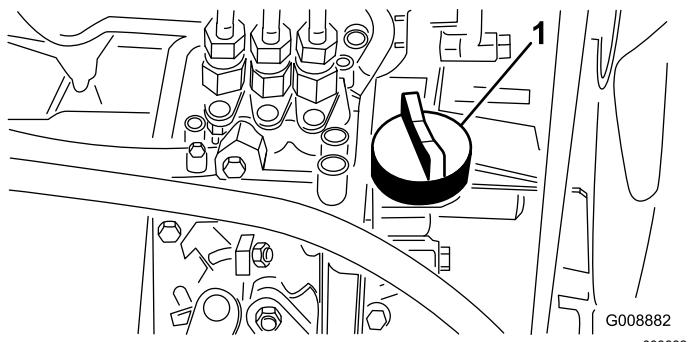

Figura 28
4. Se o nível do óleo for baixo, retire a tampa de enchimento (Figura 28) e adicione gradualmente pequenas quantidades de óleo, verificando constantemente o nível, até que este alcance a marca Cheio na vareta.